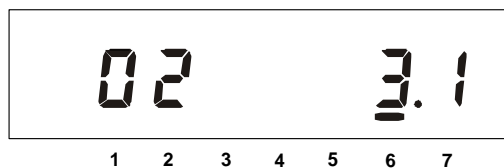

Рисунок 5.26
5.2.6.3 Окно «Версия МЗЧ ПО счетчика» (рисунок 5.26):